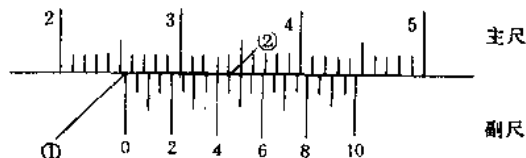

图 1-18 测值的读取
①在进行测定作业时，应确认被测工件表面无污物与异常，主尺的 0 点与副尺 0 点对正。
②仔细擦拭整个游标卡尺，并确认副尺可平稳地滑动。
③使游标卡尺与被测表面处于垂直状态。
④被测工件应尽量靠近主尺基准面卡紧。
⑤为防止测量者发生视觉误差，应使眼睛位置处于主尺与刻度线对合处的正上方。
⑥测量软体工件时，不可施加超过其承受能力的力。
⑦图 1-18 示出读取游标卡尺测值的方法。此时，1mm 以上的数值由主尺（箭头①）读取，1mm 以下的数值由主尺与副尺刻度线对合处（箭头②）读取。图中数值为 25.45mm。